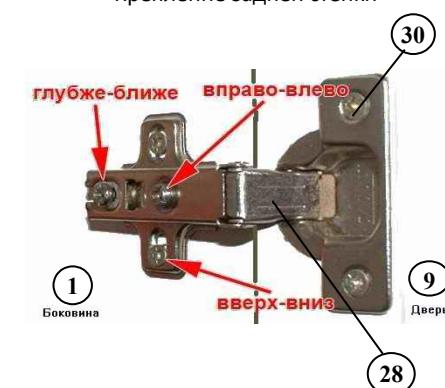

Рис.4 Крепление и регулировка распашного фасада
1. Установить в засверленные гнёзда на внутренней поверхности двери левой (8) и двери правой (9) накладные петли (28) и ответную планку петли на боковые стенки (1,2) по разметке и закрепить их саморезами 4x16 (30).
2. Установить и отрегулировать двери (8,9) при помощи регулировочных винтов (рисунок 4).
3. Установить ручку (26) на двери (8,9).
1. Установить муфты эксцентриков (22) и шканты (31) в подходящие отверстия на боковинах ящиков (14,15). Вкрутить шток эксцентрика (22) в фасады ящиков (12) (рисунок 4,5).
2. Собрать корпус ящика по рисунку 6 при помощи винтов-конфирматов (20) и эксцентриковых стяжек (22).
3. Выверить прямоугольность корпуса ящика (равные диагонали). Дно ящика (7) завести в паз на фасаде (12), закрепить гвоздями (32) к задней панели (13) и боковинам ящика (14,15).
4. На боковины ящиков (14,15) установить съемную часть направляющих (27) и закрепить их саморезами 3,5x12 (29). Передний край съемной части направляющих должен быть вровень с боковинами ящика(11,12)
5. Установить ручки (26) на фасады ящиков(12).